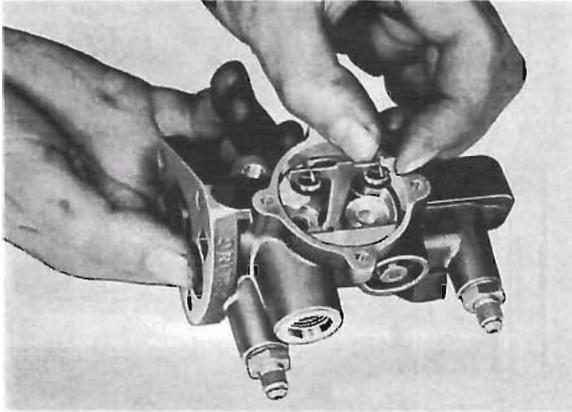

Abb. 89 Ausbau des Ventilhebels
3. Deckel (7) vom Ventilgehäuse (6) abnehmen. Schrauben (10) lösen und Bügel (11) sowie Feder (4) herausnehmen. Vorsichtig auf den Stopfen des Regulierzylinders drücken und den Ventilhebel anheben, siehe Abb. 89.
3. Ventile (2 u. 12, Abb. 77 u. 79) am Ventilhebel (3) anbringen und als komplette Einheit in das Gehäuse einsetzen, vgl. Abb. 89. Feder (4), Bügel (11), Scheiben und Schrauben (10) einbauen. Festzug der Schrauben auf 0,3–0,4 mkp. Regulierkolben mehrmals mit dem Daumen ein-